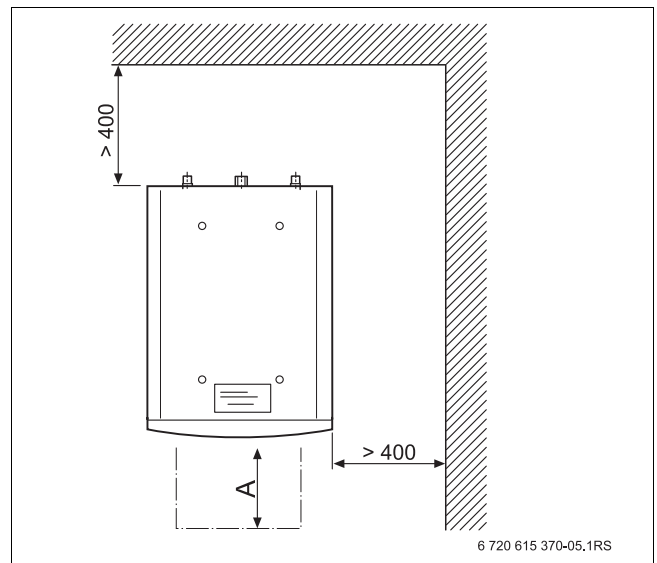

Bild 5 Mindest-Wandabstandsmaße (in mm)
Bei der Aufstellung des Speicher-Wassererwärmers die Mindestabstände für Montage und Wartung berücksichtigen (→ Bild 5). Hierzu auch die Mindestmontageabstände des Heizkessels beachten. Für den Austausch der Magnesium-Anode (bei Wartungen) wird ausreichend Freiraum (→ Tab. 4) vor dem Speicher-Wassererwärmer benötigt.
- Mindest-Wandabstandsmaße einhalten (→ Bild 5).